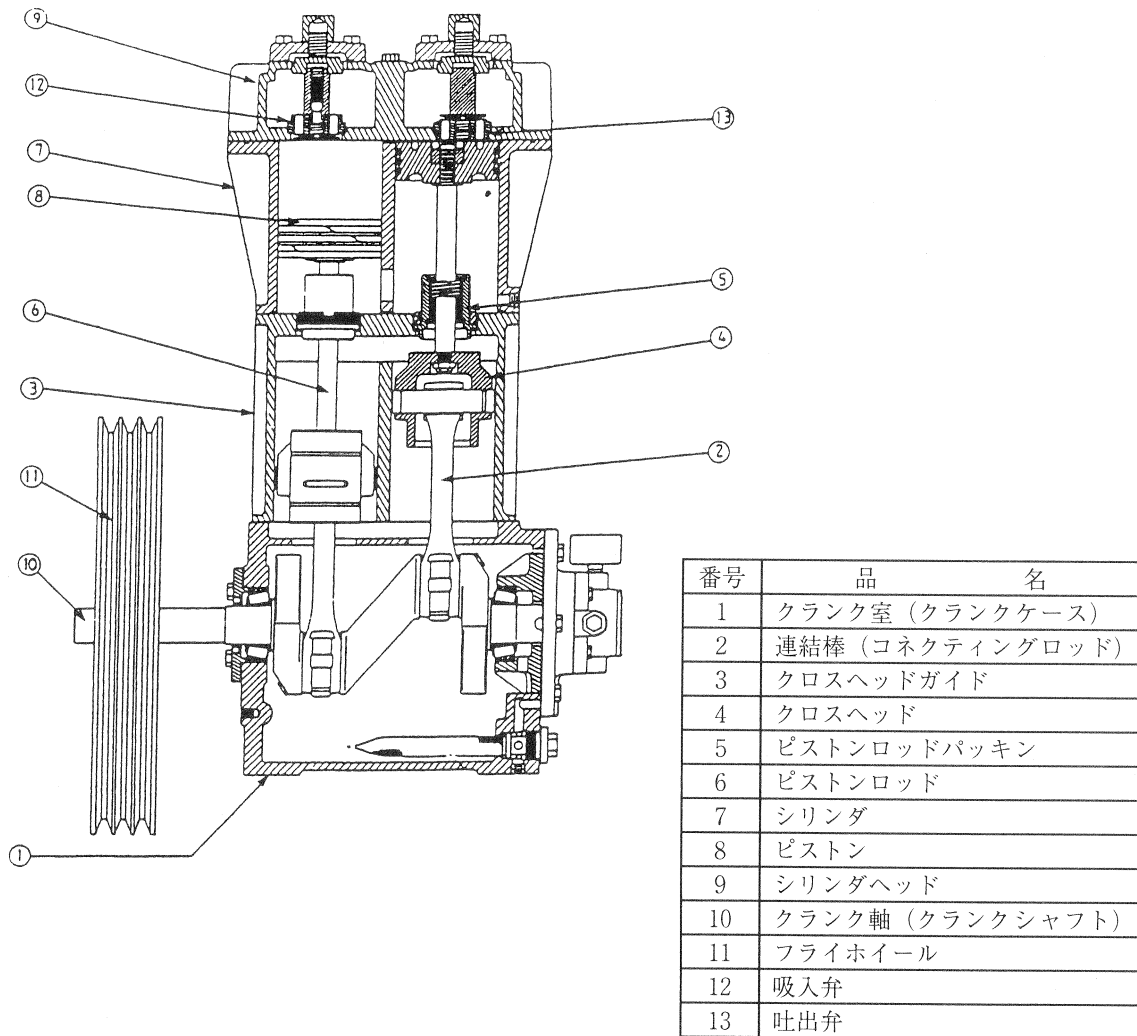

図1-8 コンプレッサの構造図 (オイルフリー)
b) コンプレッサの構造 往復動コンプレッサの構造図の一例とその主要部品の名称は、図1-8による。